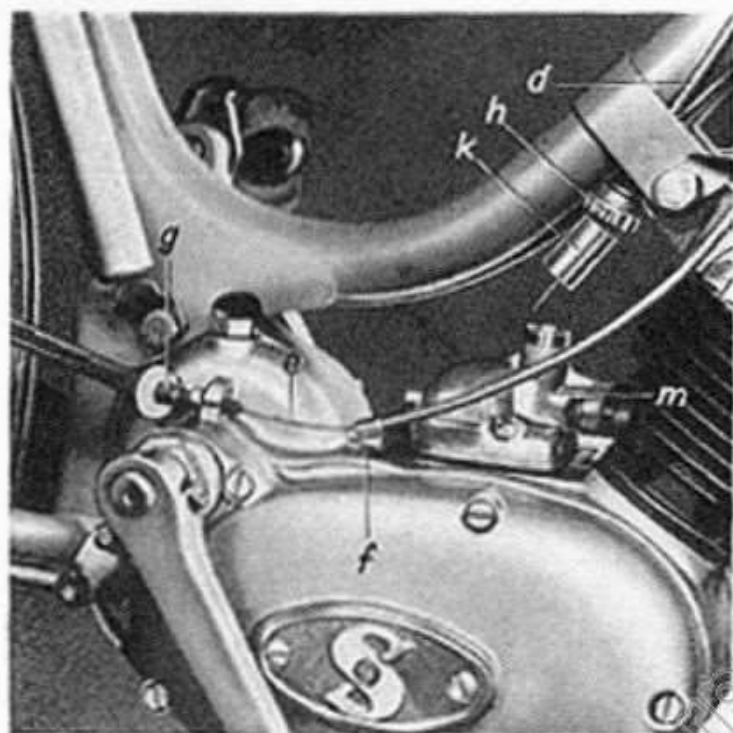

Bild 6
2.3 Seilzug (e) für Getriebeschaltung (in Stellung zweiter Gang) am Schalthebel (f) aushängen, anschließend Seilzugstellschraube (g) aus dem Führungsauge am Motorgehäuse herausdrehen. (Bild 6)